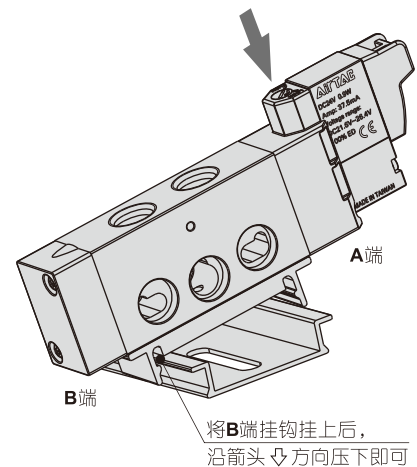

图1: 安装电磁阀方法
②	DIN导轨	订购方法详见订购码
③	五口二位单电控电磁阀	订购方法详见订购码	任意位置均可安装 可任意增减
④	五口二位双电控电磁阀	订购方法详见订购码
⑤	五口三位双电控电磁阀	订购方法详见订购码
⑥	档块	包含在DIN导轨中, 不可单独订购	左右位置可互换
① 旋松DIN导轨止付螺丝②。
② 将希望增位处的原有电磁阀分开。
③ 新增加的电磁阀按“图1”要领安装在DIN导轨上。
④ 推动其它功能模块, 使其紧密连接在一起, 然后拧紧止付螺丝②, 完成增位。